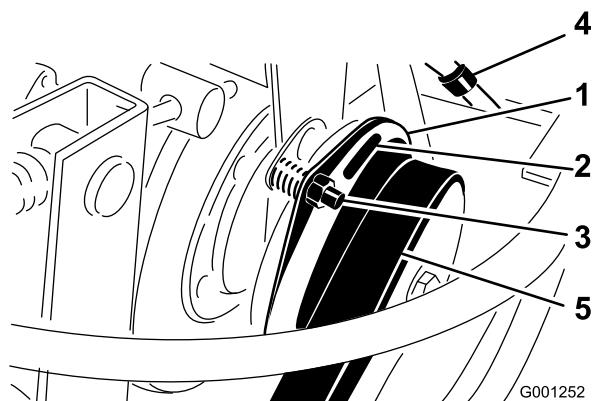

図 65
3. クラッチのライニングと摩擦プレートとの間のギャップを 0.381 mm のすきまゲージが通れるように調整する（図 65）。調整ナットを右に回すと隙間が小さくなる（図 65）。隙間の最大値は 0.762 mm である。3 か所すべてでエア・ギャップ調整を行う。